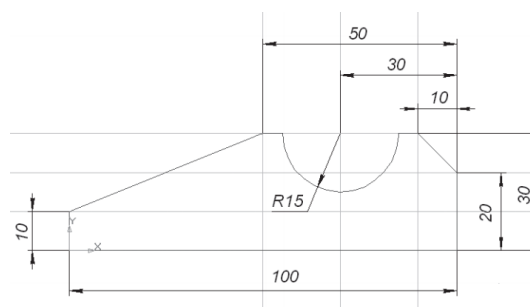

Рис. 1
1. Постройте эскиз с помощью параллельных прямых, окружности с редактированием или дуги, непрерывного вода объекта и ортогонального черчения (рис. 1).